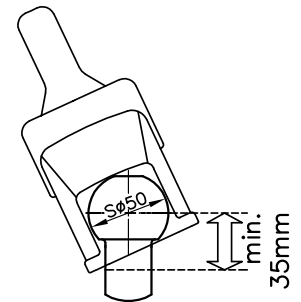

Bild 1: Kugelstange Zugfahrzeug
1.3 Die Zugkugelkupplung WS 3000/3500 kann nur zusammen mit Kupplungskugeln nach DIN 74058 / ISO 1103 eingesetzt werden, wenn der Kugelhals im Bereich von **35 mm frei von Anbauteilen** ist. (Bild1) (statt 32 mm nach DIN 74058 / ISO 1103).